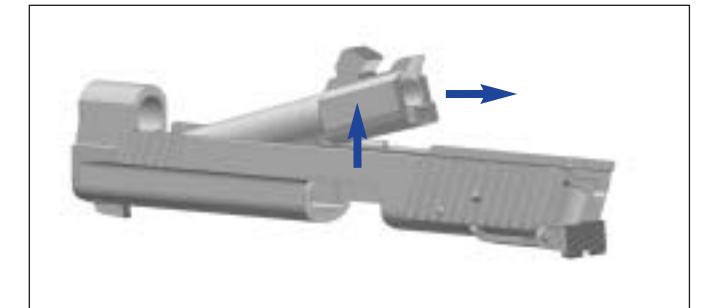

Abb. 12
9. Lauf 57 aus Verschluss heben (Abb. 12).